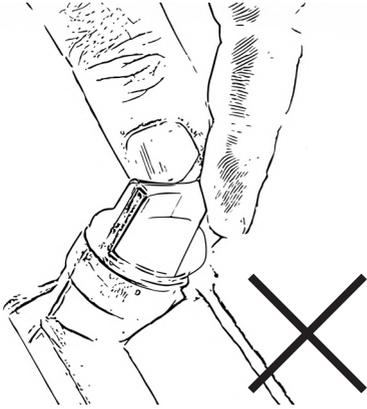

Figure 2
Ne jamais tourner le bouchon de remplissage d'huile avec la jauge connectée dans le filetage lors de la lecture du niveau d'huile. Cela conduit à un résultat de mesure erroné, fig. 2.
- Plongez complètement la jauge dans l'huile. Ne vissez **jamais** la jauge dans le filetage, fig. 2.